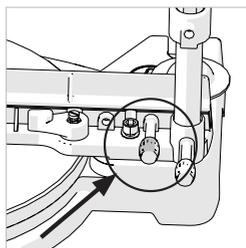

Fig. 5
- Allentare la manopola di arresto. (Fig. 5)